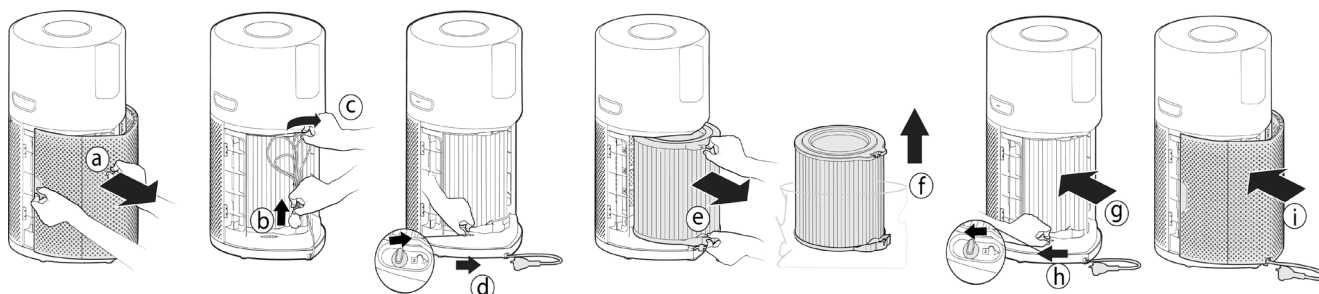

Рис. 1
2.1 УСТАНОВКА ФИЛЬТРА [Рис. 1]